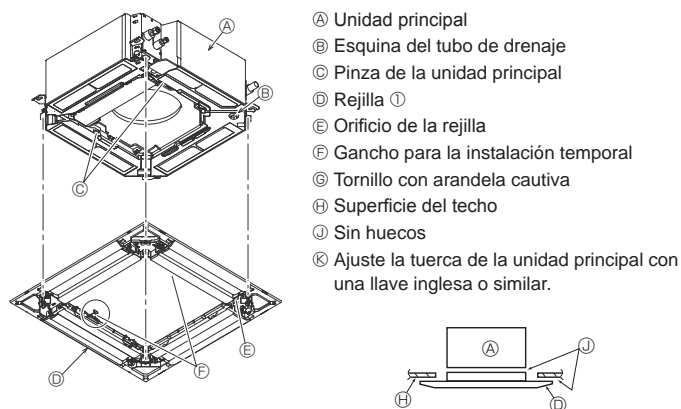

Fig. 9-6
- Ⓓ Rejilla ①
9.4.2. Instalación provisional de la rejilla (Fig. 9-6)
- Sujete la rejilla a la unidad principal apretando los tornillos preinstalados. (Fig. 9-6)
- Después de apretar el tornillo, confirme que los dos ganchos de la rejilla (Fig. 9-6) estén sujetos en los ganchos de la unidad principal.